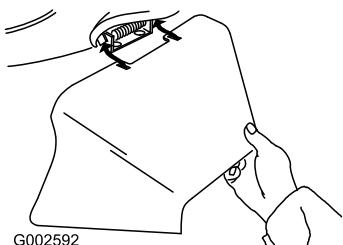

Bild 28
- Setzen Sie den Seitenauswurfkanal ein und schließen Sie die Klappe auf dem Auswurfkanal (Bild 28).